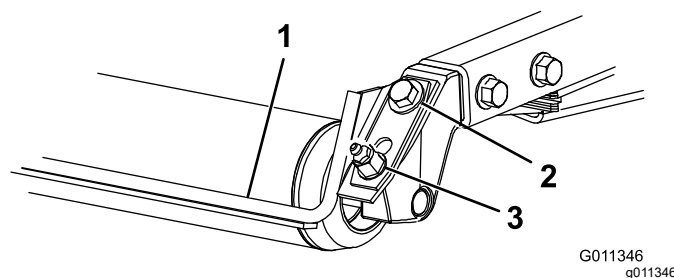

Figura 8
1. Slăbiți fittingul de lubrifiere și urubul de montare (Figura 8).